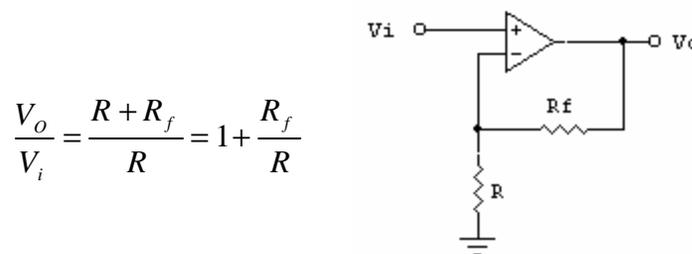

Figura 26. Configuración no inversora
- Modo no inversor: La tensión a la entrada es aplicada en la terminal no inversora, y se obtiene una salida proporcional a la tensión de entrada, la fase de la entrada es la misma que la de la salida (Figura 26).